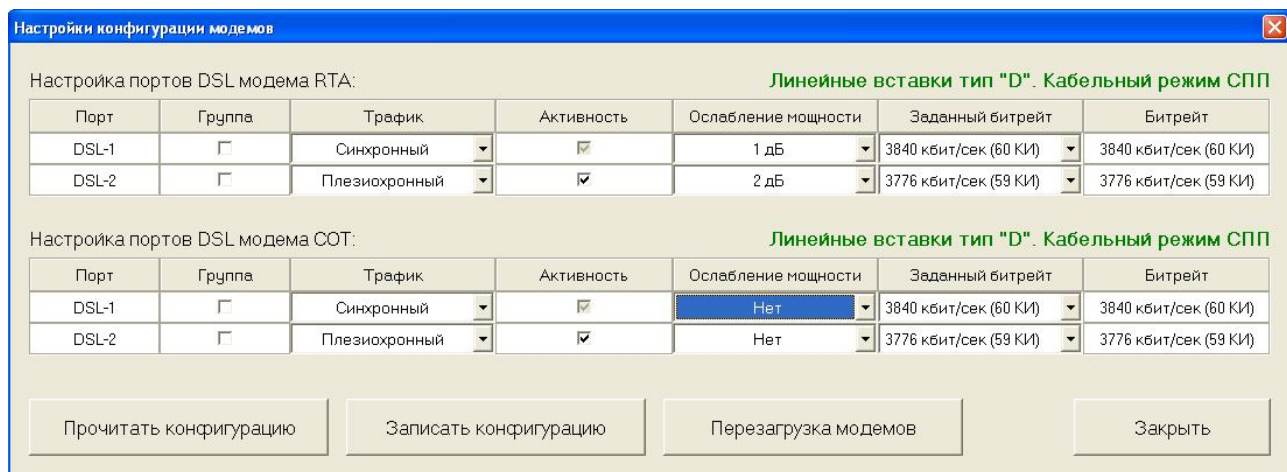
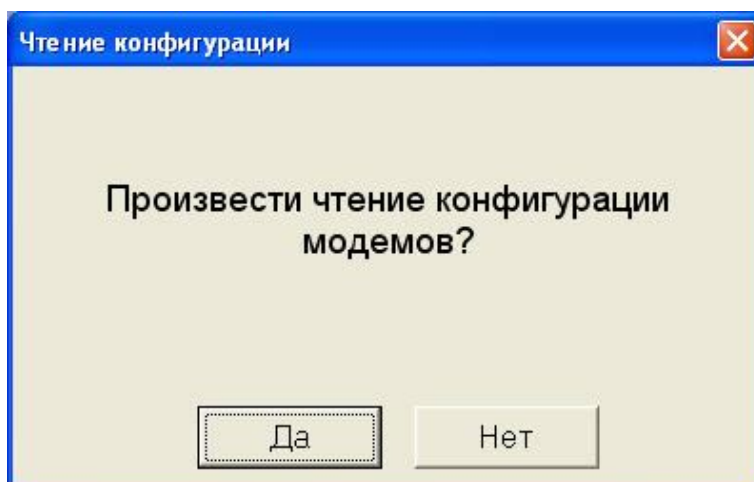
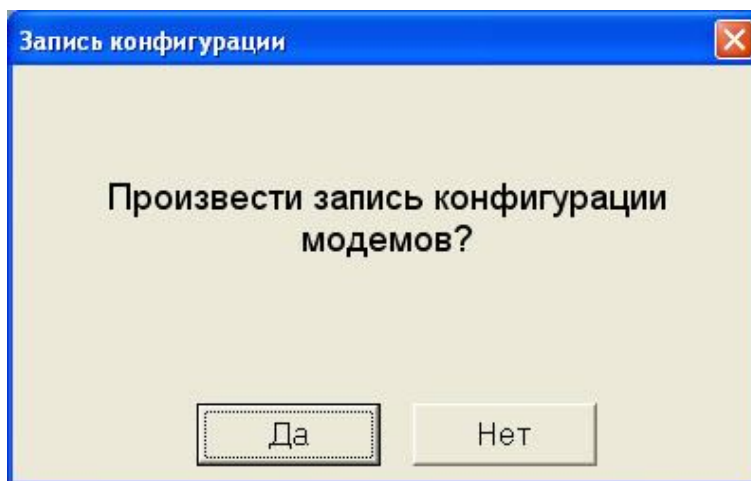

Рисунок 17
Рисунок 18 – Окно «Чтение конфигурации» (ПО «Поток-2»)
Рисунок 19 – Окно «Запись конфигурации» (ПО «Поток-2»)
10.5.2.3 При нажатии на кнопку «Нет» (см. рисунок 18) чтение конфигурации модемов не будет произведена и возвращаемся в окно «Настройки конфигурации модемов» (см. рисунок 17).
При нажатии на кнопку «Да» (см. рисунок 18) будет произведено чтение конфигурации модемов из энергонезависимой памяти модуля REG-T2.
10.5.2.4 После изменения конфигурации можно произвести ее запись. Запись конфигурации осуществляется нажатием кнопки «Записать конфигурацию» (см. рисунок 17). При этом появляется окно, изображенное на рисунке 19.
При нажатии на кнопку «Нет» (см. рисунок 19) запись конфигурации модемов не будет произведена и возвращаемся в окно «Настройки конфигурации модемов» (см. рисунок 17).
При нажатии на кнопку «Да» (см. рисунок 19) появляется следующее окно, изображенное на рисунке 20.